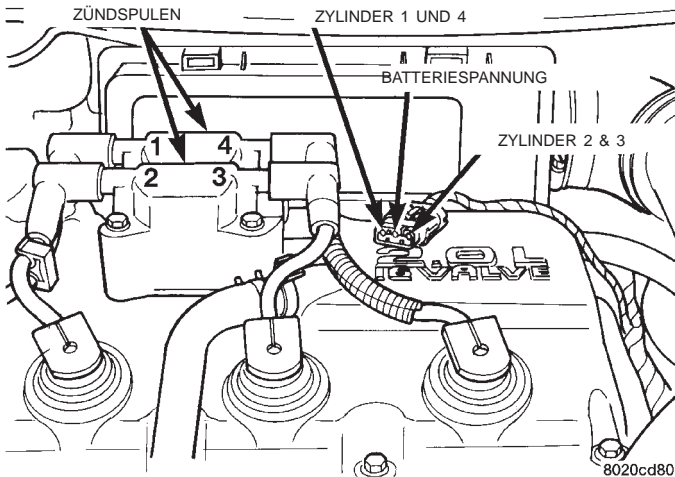

Abb. 23 Steckverbinder der Zündspulen
(1) Batteriespannung prüfen. Zur Durchführung der Prüfung auf Nichtstarten muß die Spannung bei mindestens 12,66 Volt liegen.
(2) Steckverbinder von der Zündspuleneinheit abziehen (Abb. 23).
(3) Eine Prüflampe zwischen dem Anschluß B+ (Batteriespannung) im Steckverbinder der Zündspuleneinheit und Masse anschließen. Das Kabel für den Anschluß B+ befindet sich am mittleren Anschluß. **Darauf achten, daß der Anschluß beim Anschließen der Prüflampe nicht aufgeweitet wird.**
(4) Zündung einschalten. **ON position.** Die Prüflampe muß kurz aufleuchten. **Zündung eingeschaltet lassen.**